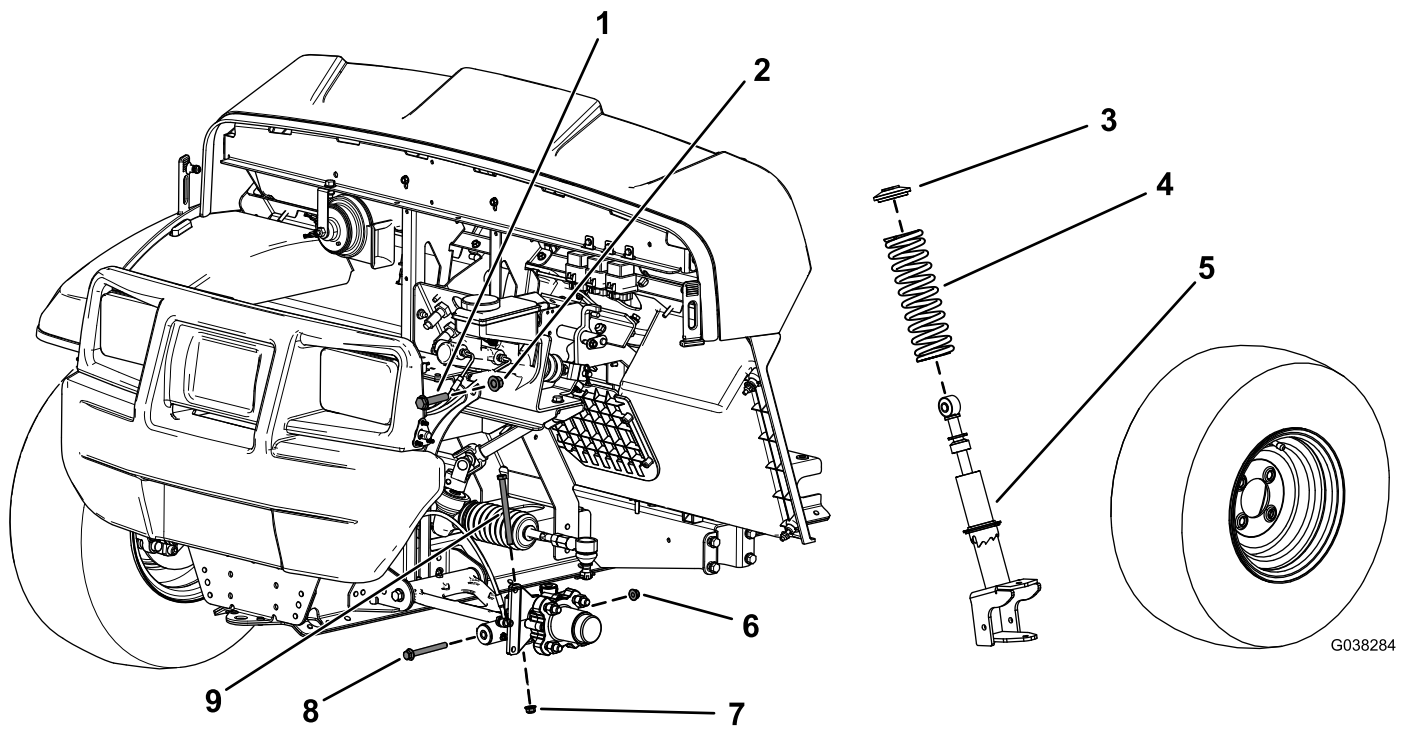

Figure 1
2. Retirez le boulon à tête hexagonale ($\frac{3}{8}$ " x $4\frac{3}{4}$ ") et l'écrou à embase ($\frac{3}{8}$ ") de la fusée (Figure 1).
3. Retirez le boulon à tête hexagonale ($\frac{3}{8}$ " x $3\frac{1}{2}$ ") et l'écrou à embase ($\frac{3}{8}$ ") du bras de commande (Figure 1).
4. Retirez le boulon à tête hexagonale ($\frac{1}{2}$ " x $2\frac{1}{4}$ ") et le contre-écrou ($\frac{1}{2}$ ") qui fixent la jambe de suspension au cadre supérieur (Figure 1).
5. Déposez la jambe de suspension (Figure 1).
3. Déposez le ressort la jambe de suspension (Figure 1).
4. Installez le nouveau ressort sur la jambe de suspension existante (Figure 1).
2. Fixez la partie supérieure de la jambe de suspension au cadre avec le boulon à tête hexagonale supérieur ($\frac{1}{2}$ " x $2\frac{1}{4}$ ") et le contre-écrou ($\frac{1}{2}$ "), comme montré à la Figure 1.
4. Posez le boulon à tête hexagonale ($\frac{3}{8}$ " x $4\frac{3}{4}$ ") et l'écrou à embase ($\frac{3}{8}$ ") sur la fusée (Figure 1).
6. Fixez la partie inférieure de la jambe de suspension au bras de commande avec le boulon à tête hexagonale supérieur ($\frac{3}{8}$ " x $3\frac{1}{2}$ ") et l'écrou à embase ($\frac{3}{8}$ "), comme montré à la Figure 1.